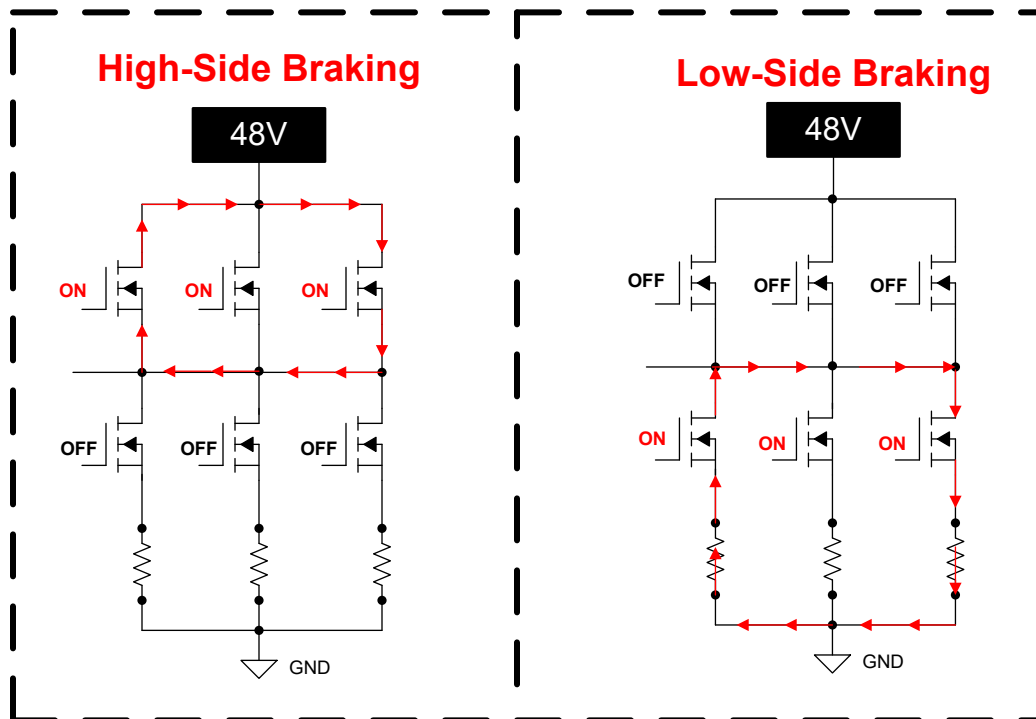

図 3. アクティブ短絡の実装: ハイサイドとローサイドの比較
- ブレーキ時の **MOSFET の熱損傷**。大電流ブレーキの場合、ローサイドまたはハイサイド ブレーキのみを使用すると、電流が放散している間に MOSFET が連続的に導通しているため、MOSFET の発熱が発生します。図 3 に、2 つのブレーキモード間の電流の方向を示します。